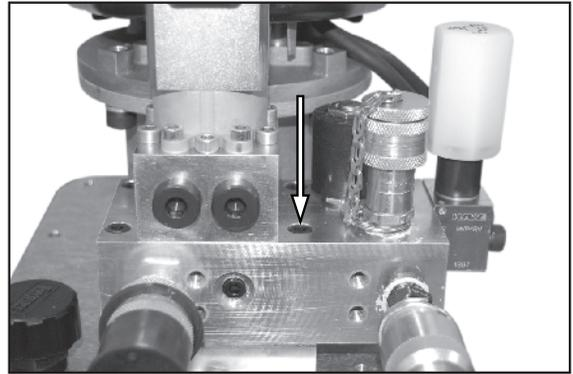

Figure 61.
4. Voir Figure 61. Enlevez les quatre boulons de fixation du collecteur et enlevez le collecteur.